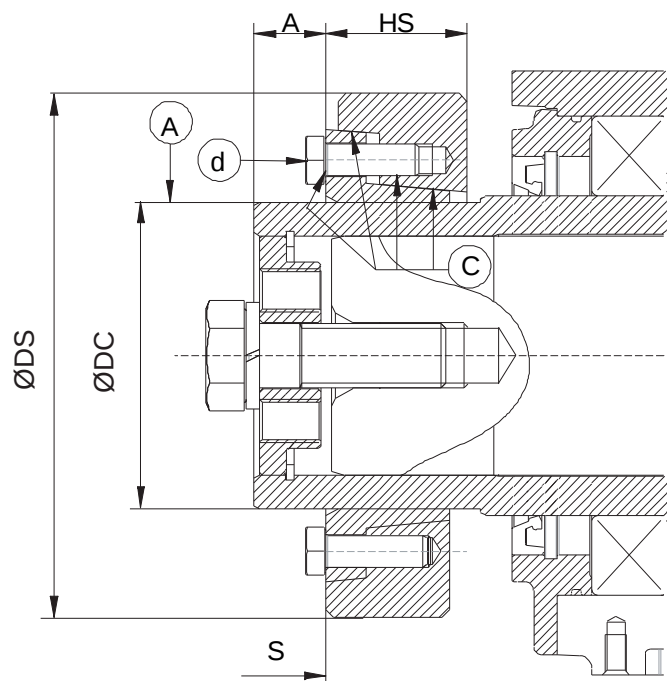

Fig. 4
- Lubrificare la sede del giunto (fig.4 pto. A).
- In caso di ripristino di giunto, smontare lo stesso ed ingrassare le zone “C” (vedi fig. 4).
- Montare il giunto nella sua sede sull'albero del riduttore senza serrare le viti, posizionandolo secondo la quota “a”(vedi fig. 4).
- Quando il montaggio del giunto è stato completato nel modo corretto, lo si può controllare anche visivamente, perché le superfici frontali dell'anello interno ed esterno devono trovarsi sullo stesso piano (vedi fig. 4 pto. S).